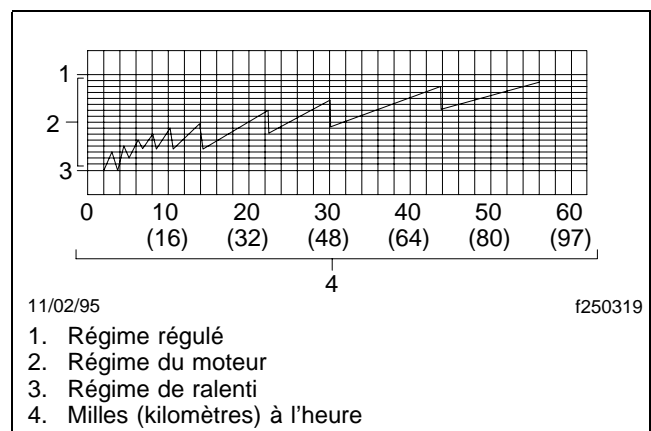

Fig. 7.6, Schéma de changement progressif de vitesse
3. En rapports inférieurs, il est rarement nécessaire d'augmenter le régime du moteur jusqu'au régime régulé pour mettre le véhicule en mouvement, sauf dans les situations nécessitant une grande puissance (par exemple le démarrage du véhicule en côte). Pour économiser du carburant, commencez à rouler en rapport inférieur et développez uniquement le régime moteur nécessaire pour conduire le véhicule. Puis augmentez graduellement le régime du moteur à mesure que vous progressez vers les rapports supérieurs. Cette technique vous permettra d'atteindre harmonieusement la vitesse de croisière désirée tout en minimisant les émissions de bruit et maximisant l'économie de carburant. Un schéma de changement progressif de vitesse est présenté à la **figure 7.6**.